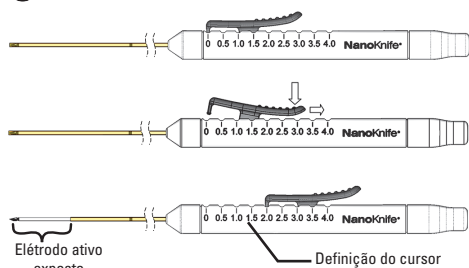

Figura 6: Ajuste da exposição do eléttrodo
13. Verifique o comprimento do eléttrodo exposto indicado pelo cursor no manipulador (consulte a Figura 6).